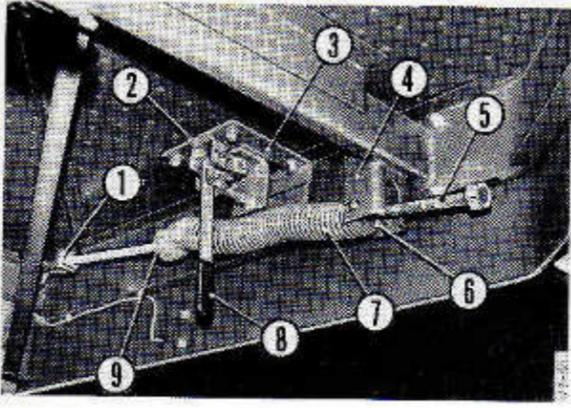

Fig. 5
Mettre en place le verrou d'échelle 3 (fig. 5) sous le plancher de l'extension en interposant la plaque 2 entre le verrou et le plancher.
- 2 - Les deux plaques avec trous 2 (fig. 5) sont importantes pour obtenir un verrouillage correct de l'échelle en position relevée.
Fixer la chape 1 (fig. 5) sur le support de l'échelle avec un axe  $1/2'' \times 3/4''$  (19 mm) fixer avec une épingle.